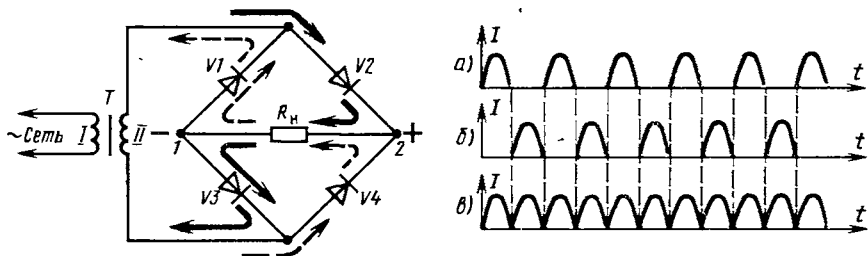

Рис. 78. Двухполупериодный выпрямитель с сетевым трансформатором
Оба эти недостатка устранены в выпрямителе с трансформатором (рис. 78). Здесь выпрямляется не напряжение электросети, а напряжение вторичной (II) обмотки сетевого трансформатора Т. Поскольку эта обмотка изолирована от первичной сетевой обмотки I, радиоконструкция не имеет контакта с сетью и к ней можно подключать заземление.
В выпрямителе на рис. 78 четыре диода, включенные по так называемой мостовой схеме. Диоды являются плечами выпрямительного моста. Нагрузка R_н включена в диагональ 1—2 моста. В таком выпрямителе в течение каждого полупериода работают поочередно два диода противоположных плеч моста, включенных между собой последовательно, но встречно по отношению ко второй паре диодов. Следи внимательно